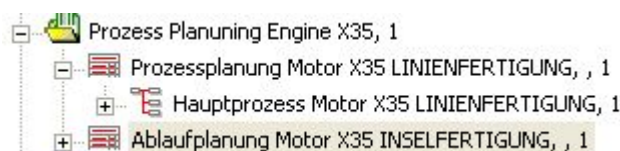

Abbildung 254: PPR Komponente wird mit Hilfe des Lesezeichens angezeigt
- ➔ Klicken Sie auf den Button Öffnen . Die PPR Komponente wird mit Hilfe des selektierten Lesezeichens im PPR Strukturbaum angezeigt. Siehe Abbildung 254.